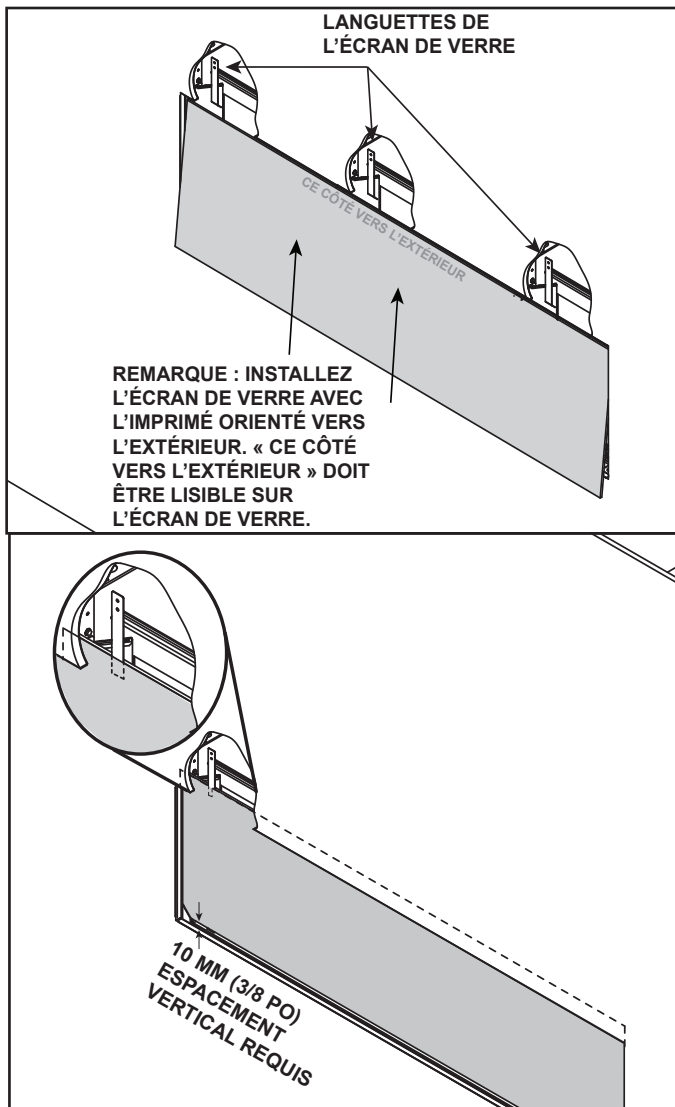

Figure 11.2. Remplacer l'écran de verre - Fini Clean Face
2. Inclinez la vitre et glissez-la entre le matériau de finition et les languettes de l'écran de verre. Voir la figure 11.2.